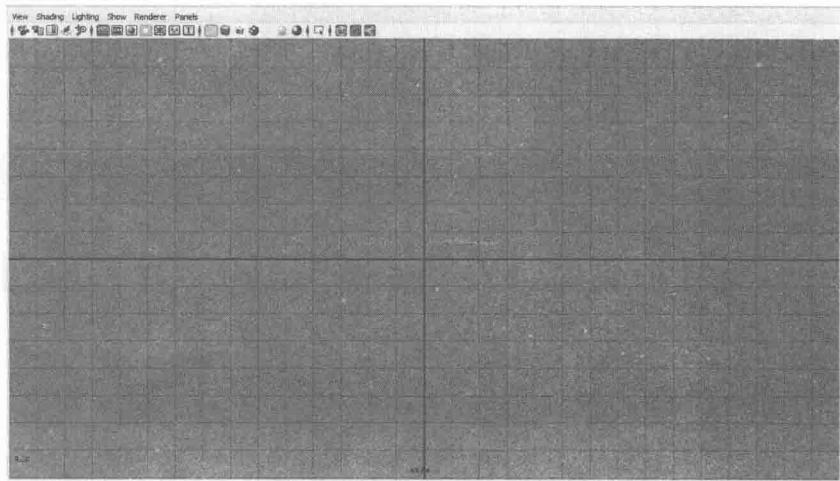

图 1-5
2) 切换到四视图视窗后，将鼠标置于 Side (侧视图) 视窗中，按键将“侧视图视窗”放大到最大。高脚杯剖面图的绘制将在这个视窗中进行，如图 1-5 所示。